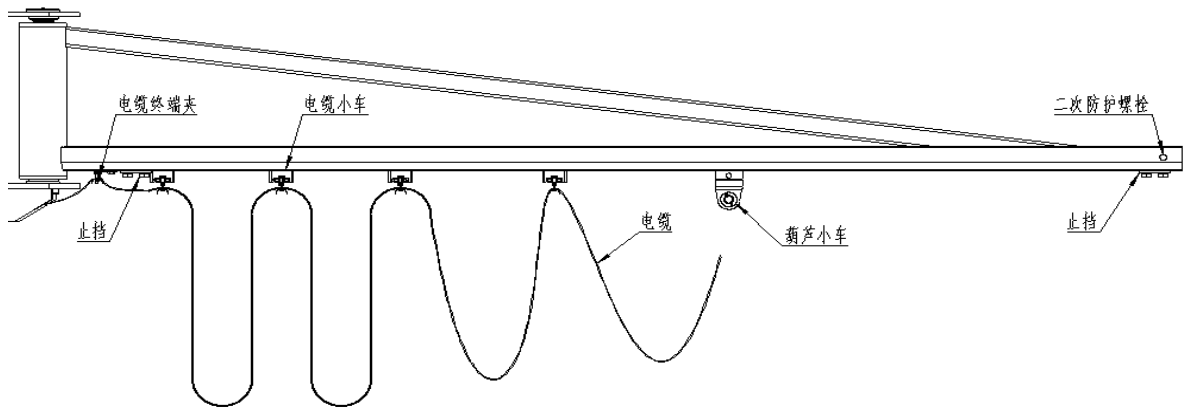
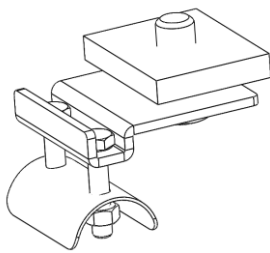
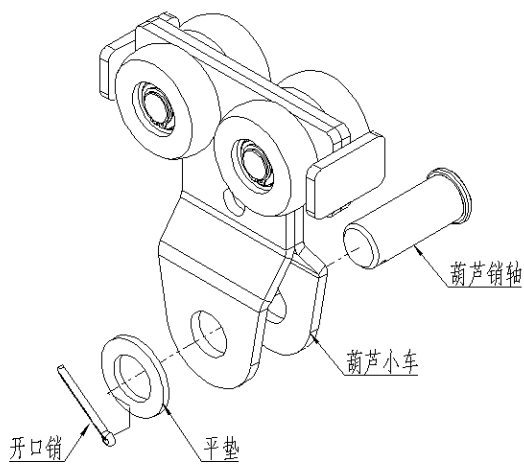

图 5A
图 5B
图 6A
- 5.1 将电缆终端夹(如图 5B), 止挡(如图 5C), 电缆小车(如图 5D), 电缆, 葫芦小车(如图 6A), 止挡等配件依次装入轨道内(如图 5A), 放置合适位置后即可完全紧固。
如果葫芦吊钩太大或葫芦悬挂装置不适合吊钩的，此时需要卸下葫芦小车上的销轴，再安装葫芦或悬挂装置。将销轴插回至原位置，再依次装入平垫，开口销等配件（如图 6A）。
6.4 安装末端止挡（图 5C），并检查轨道末端二次防护螺栓是否紧固（图 5A）。